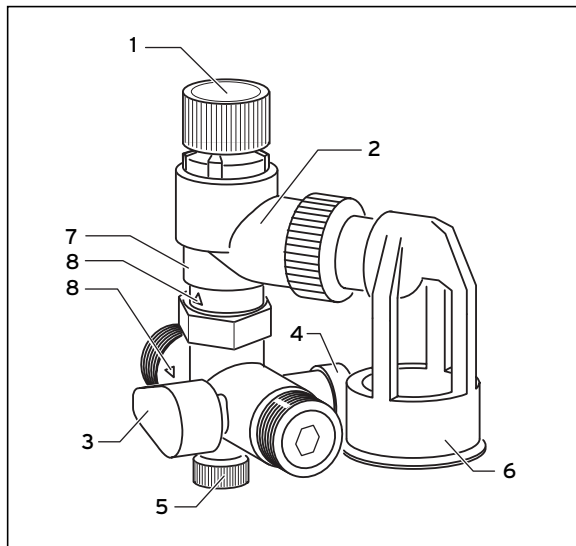

Fig. 3.1 Grupo de seguridad
Al calentar el acumulador de agua caliente sale por el embudo (6) de la válvula de seguridad (7), y en función del contenido de agua del acumulador de agua caliente y de la elevación de temperatura, una cantidad de agua determinada, si no hay instalado un vaso de expansión de agua potable (véase fig. 3.1).
La llave de cierre (3) interrumpe la entrada de agua fría hacia el acumulador de agua caliente (véase fig. 3.1).